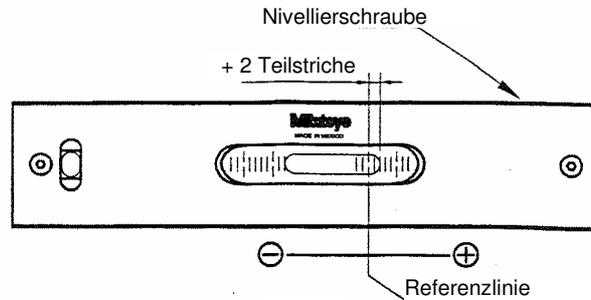

Abb. 1
2. Legen Sie die Richtwaage auf die Referenzfläche und notieren Sie den Anzeigewert. (Siehe Abb. 1.)